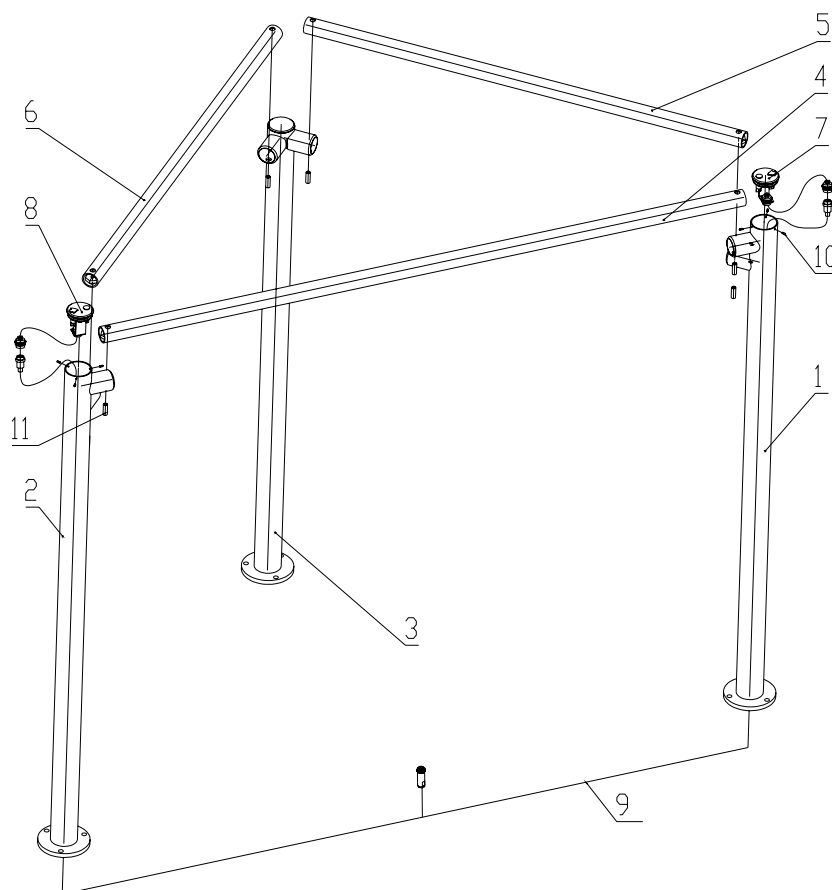

Рис. 4. Монтаж формирователя прохода
7.3.3. При описании порядка монтажа все позиции указаны в соответствии с рис. 4. Рекомендации по подготовке отверстий в полу, для крепления стойки, даны с учетом комплектации формирователя прохода анкерами фирмы «SORMAT» для прочных бетонных полов (см. табл. 1).